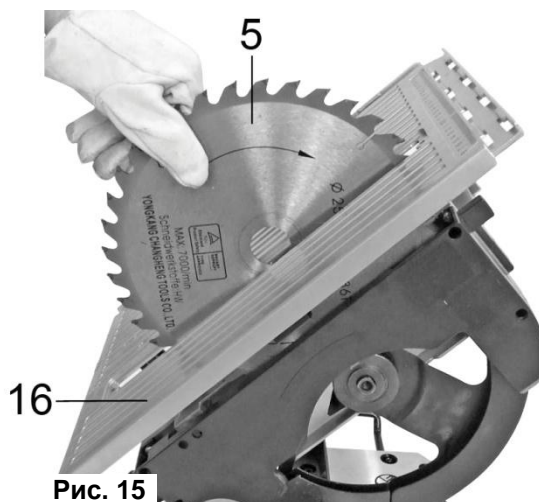

Рис. 15
- Снимите внешний фланец и пильный диск (См. Рис.15).